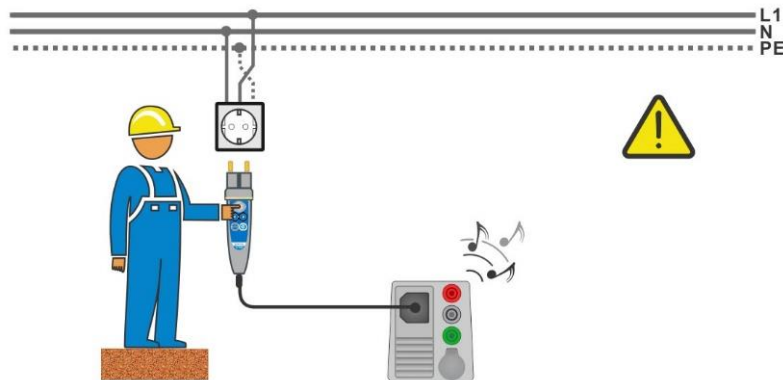
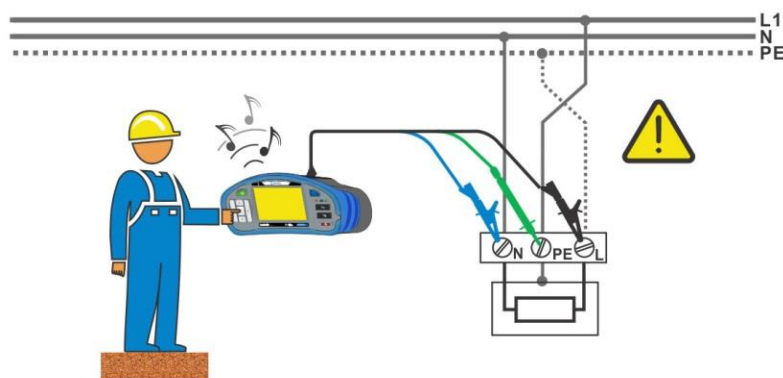

Abbildung 1.1: Vertauschte Leiter L und PE (Commander-Prüfstecker)
Abbildung 1.2: Vertauschte Leiter L und PE (Verwendung des 3-Leiter Prüfadapter)
- › Schließen Sie die Prüfleitungen am Prüfling an, siehe **Abbildung 1.1** und **Abbildung 1.2**.